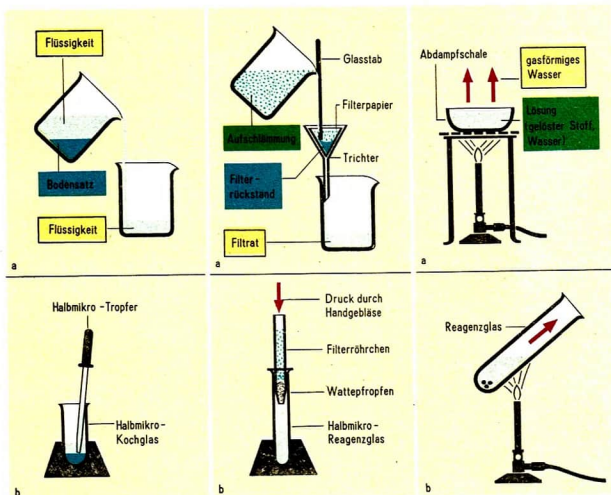

Abb. 8 Dekantieren. a) Große Mengen einer Aufschlämung dekantiert man durch Abgießen; b) kleine Mengen einer Aufschlämung dekantiert man durch Absaugen.
Einen Teil einer Aufschlammung von Kreidepulver in Wasser trennt man durch Dekantieren (Abb. 8), einen zweiten durch Filtrieren (Abb. 9).
Wassers. Die Flüssigkeit über dem Bodensatz kann dann vorsichtig abgegossen (dekantiert) oder abgesaugt werden (Abb. 8). Das Dekantieren wird auch in der Industrie angewendet. Zur Gewinnung von Kalidüngesalzen werden aus den Salzlagerstätten gewonnene Kalirohsalze mit Wasser überspült. Dabei lösen sich Bestandteile, die später in dem Düngesalz enthalten sind. Die nicht gelösten Bestandteile werden durch Dekantieren in Klärbehältern von der Lösung getrennt (Abb. 11 und 12). Eine vollständige Trennung der Stoffe ist beim Dekantieren nur schwer zu erreichen. ①
- ① Erläutere an der Abbildung 12 den Vorgang des Dekantierens im Klärbehälter! Vergleiche mit den Teilvorgängen beim Experiment in Abbildung 8 (Übereinstimmung, Unterschiede)!
- ② Stelle je eine Aufschlammung von Sand, von Schwefelpulver und von Kohlepulver in Wasser her! Trenne jeweils einen Teil dieser Aufschlammung durch Dekantieren, einen zweiten durch Filtrieren!
- ③ Entwickle Vorschläge zur Trennung folgender Stoffgemische: